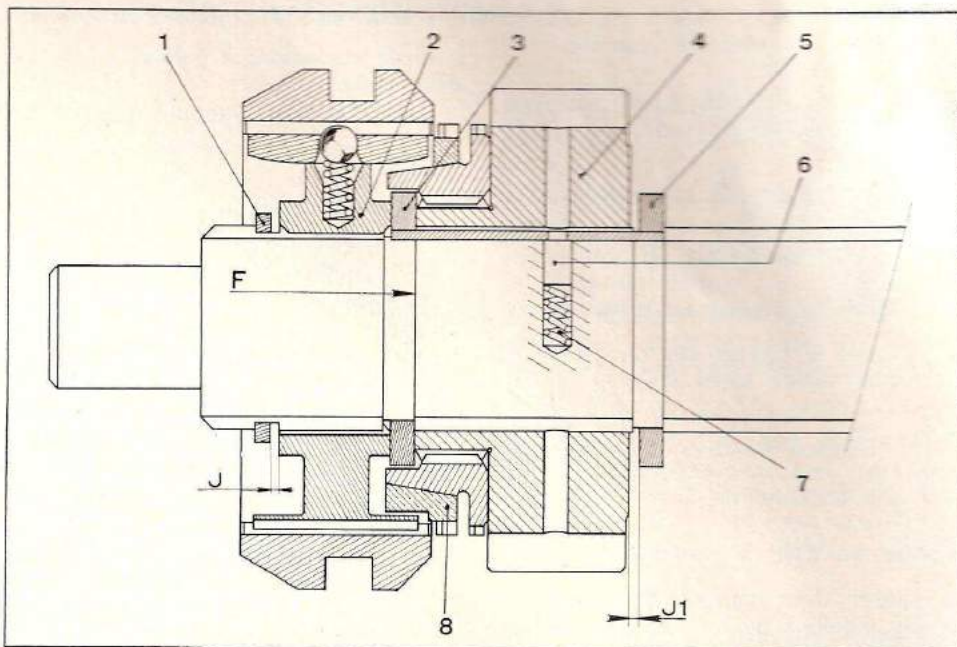

Fig. BV 5.
Placer la rondelle d'appui (3) (fig. BV 5) ; la faire tourner pour la verrouiller par les cannelures de l'arbre.